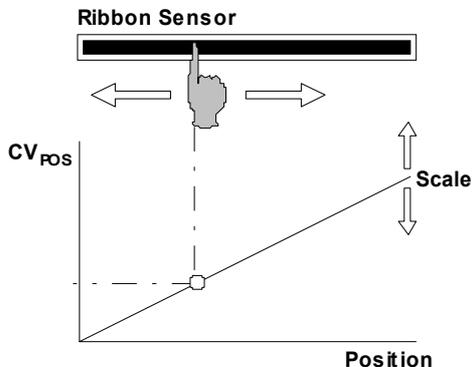

Abb. 1: Zusammenhang zwischen Position, Steuerspannung CV_{POS} und Skalierung
Der Wegsensor des A-198 ist im Prinzip ein lineares Potentiometer. Somit ist auch der **Zusammenhang zwischen der Fingerposition und der entsprechenden Steuerspannung CV_{POS} linear** (s. Abb. 1).
Die **Skalierung**, d.h. die Zuordnung einer Wegdifferenz zu einer Steuerspannungs-Differenz stellen Sie mit dem Regler ① ein (s. Abb.1).